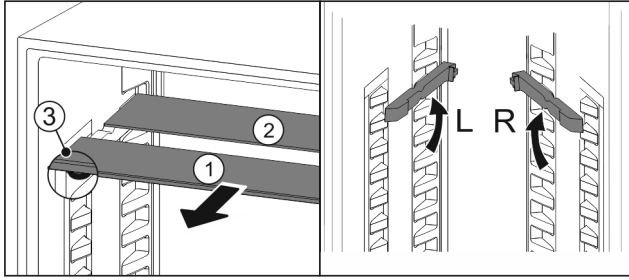

Fig. 50
- ▶ Vedä lasilevyt yksittäin etukautta ulos Fig. 50 (1).
- ▷ Koristelistalla varustettu lasilevy Fig. 50 (1) on edessä.
- ▷ Pysäyttimet Fig. 50 (3) osoittavat alaspäin.